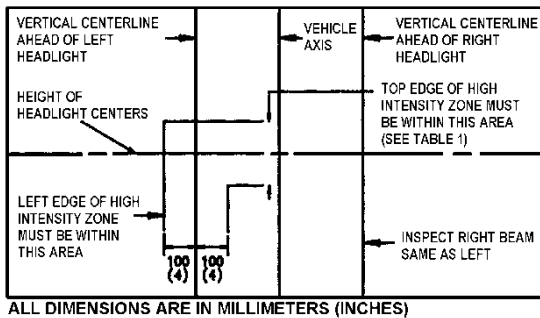

FIGURA 91: LÍMITES DE INSPECCIÓN DE ORIENTACIÓN PARA LOS FAROS DE LUZ INFERIOR
7. Los límites de inspección en la dirección vertical para los faros de luz baja o la luz baja de un faro de luz doble, serán los que se describen en la Tabla 1. En la dirección horizontal, el borde izquierdo de la zona de alta intensidad se ubicará desde 10 cm (4 pulgadas) a la izquierda hasta 10 cm (4 pulgadas) a la derecha de la línea de centro vertical de la luz. La pantalla de visualización se deberá ubicar a 7.6 m (25 pies) al frente del vehículo (Figura 91).